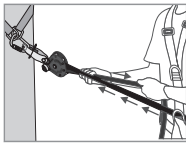
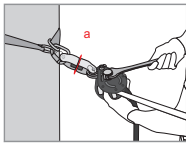

Fig 3
Fig 4
Dopo aver terminato l'installazione della linea di vita, tirare manualmente la corda (dal lato del nodo all'estremità —Fig. 3) in modo da effettuare una prerogolazione della tensione. La camma (8) e la leva della camma (4) entreranno automaticamente in contatto con la corda. Abbassare la leva della camma (4), quindi, servendosi di una chiave adeguata, tendere l'asse di regolazione della tensione (1) fino a quando la rondella indicatore di tensione (a) posta sull'indicatore di tensione (2) non ruoterà liberamente (Fig. 4). Non appena la rondella ruota liberamente, SMETTERE DI SERRARE! La tensione applicata corrisponde a una pretensione della linea di circa 1 kN. Durante l'uso controllare periodicamente la tensione (rotazione della rondella indicatore di tensione) e, se necessario, regolarla come indicato sopra.